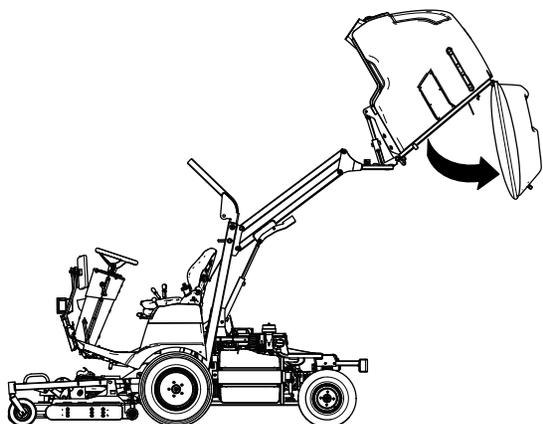

Figura 140
2. Eleve a tremonha (Figura 140) para a posição mais elevada; consulte Elevação da tremonha (página 33).
3. Descarregue a tremonha (Figura 140) e deixe-a na posição completamente descarregada, com a porta traseira aberta livremente; consulte Despejamento da tremonha (página 34).